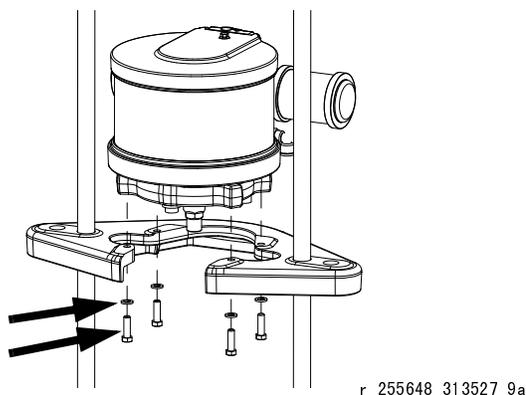

图 20：60 升 (16 加仑) 压盘或 20 升 (5 加仑) 压盘
- b. 用于 60 升 (16 加仑) 压盘：卸下固定马达与安装板的螺钉和垫圈。参见图 20。
1. 用螺钉和垫圈将马达安装在安装支架上。参见图 20 (第 24 页)。